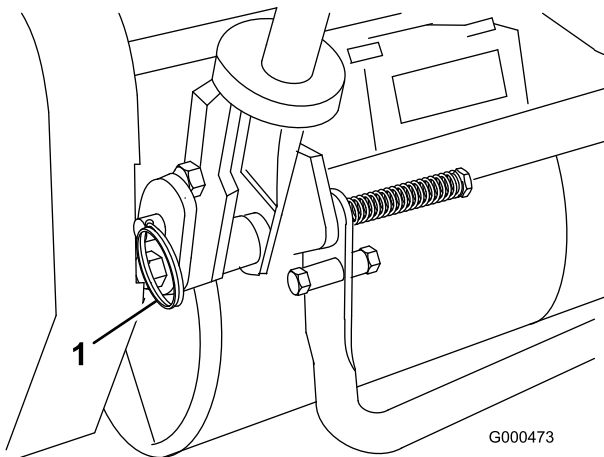

Figura 8
1. Togliete le coppiglie dai perni ad anello situati ai lati del tosaerba (Figura 8).
2. Sostenete la stegola e togliete i perni ad anello da ciascun lato, quindi alzate o abbassate la stegola nella posizione di servizio opportuna (Figura 8).